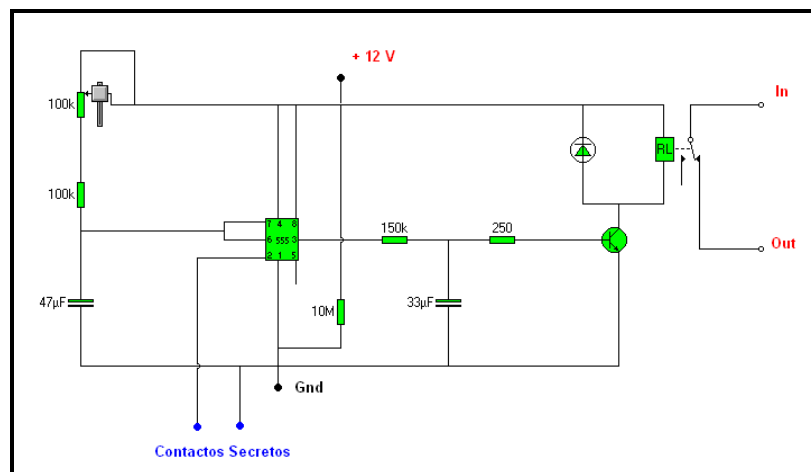

Figura 5.17. Circuito Bloqueo Mega Tres
4.1. Conecte el circuito como se muestra en la figura 5.17.